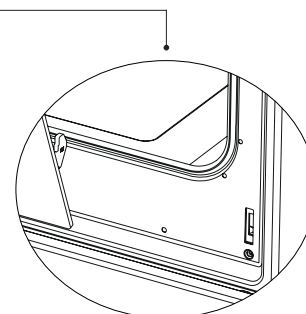

Figura 16.2
4. Para desmontar la puerta del horno, cuando esté casi cerrada tire de ella hacia arriba sujetándola con ambas manos para separarla (como en la figura 16.2).